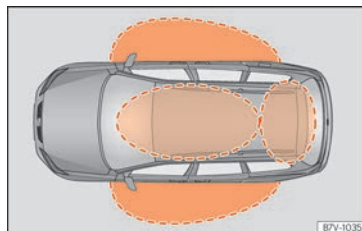
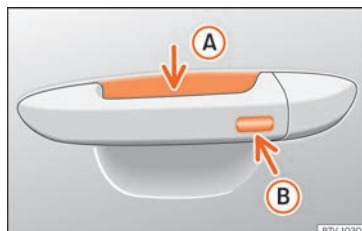

Fig. 91 Keyless Access: zonas de proximidad.
Fig. 92 Manilla de la puerta: superficies sensoras
»» fig. 92
Keyless Access es un sistema de cierre y arranque sin llave con el que se puede desbloquear y bloquear el vehículo sin utilizar activamente la llave del mismo. Para ello solo es necesario que haya una llave del vehículo válida en la zona de detección correspondiente al intento de acceso al vehículo **» fig. 91** y tocar una de las superficies sensoras de las manecillas de las puertas **» fig. 92 » 1**.
Si se encuentra una llave válida en una de las zonas próximas **» fig. 91**, el sistema de cierre y arranque sin llave Keyless Access le otorga a dicha llave derechos de acceso en cuanto se toca una de las superficies sensoras de las manillas de las puertas o se acciona el pulsador dispuesto en el portón trasero.
- Empuñe la manecilla de la puerta. Al hacerlo se toca la superficie sensora **» fig. 92 A** (flecha) de la manecilla y se desbloquea el vehículo.
- Toque *una vez* la superficie sensora **» fig. 92 B** (flecha) de la manecilla de la puerta. La puerta cuya manecilla se acciona deberá estar cerrada.
- Toque *una vez* la superficie sensora **» fig. 92 B** (flecha) de la manecilla de la puerta. El vehículo se bloquea con el sistema
- Toque dos veces la superficie sensora »» fig. 92 (B) (flecha) de la manecilla de la puerta para bloquear el vehículo sin el sistema de seguridad "Safe" »» pág. 112.
Cuando el vehículo está bloqueado, el portón trasero se desbloquea automáticamente al abrirlo si en su zona próxima »» fig. 91 se encuentra una llave del vehículo válida.
- Pulse el botón de cierre  del mando a distancia y toque una vez, dentro de los 5 segundos siguientes, la superficie sensora de bloqueo de la manecilla de la puerta del conductor »» fig. 92 (B). No agarre la manecilla de la puerta, de lo contrario el vehículo no se bloqueará. También es posible llevar a cabo la desactivación si se bloquea el vehículo a través de la cerradura de la puerta del conductor.
Para **cerrar con la función de confort** todas las ventanillas eléctricas y el techo panorámico corredizo, mantenga un dedo durante unos segundos sobre la superficie sensora de bloqueo »» fig. 92 (B) (flecha) de la manecilla de la puerta hasta que se hayan cerrado las ventanillas y el techo.
① CUIDADO
Las superficies sensoras de las manecillas de las puertas podrían activarse al recibir un chorro de agua o de vapor a gran presión en el caso de que hubiera alguna llave del vehículo válida en la zona próxima. Si al menos una de las ventanillas con elevavanas eléctrico está abierta y se activa la superficie sensora » fig. 92 ⑥ (flecha) de una de las manecillas de forma permanente, se cerrarán todas las ventanillas.